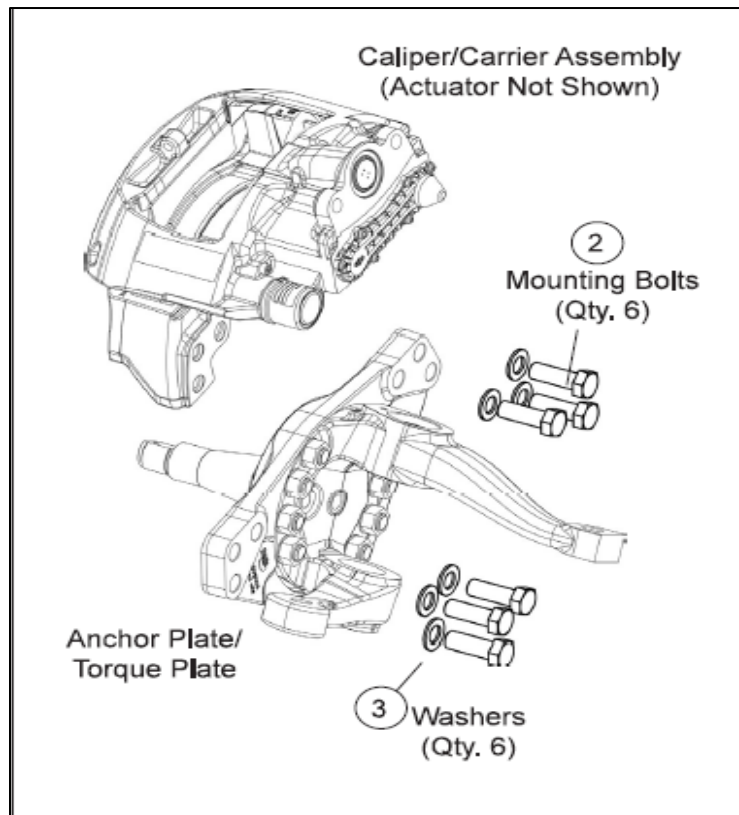

Figura 10: Portador/pinza de montaje axial
14. Sosteniendo el freno de disco de aire de manera segura, retire y deseche los seis pernos (**Figura 10, Ítem 2**) y arandelas (**Figura 10, Ítem 3**) que sujetan el freno a la placa de anclaje y retire el conjunto de la pinza/portador del vehículo.
15. Sujetando el freno de disco de aire de forma segura, fije el freno a la placa de anclaje con seis pernos (**Figura 10, Ítem 2**) y, si se incluye, arandelas (**Figura 10, Ítem 3**). No vuelva a utilizar los pernos y arandelas retirados.